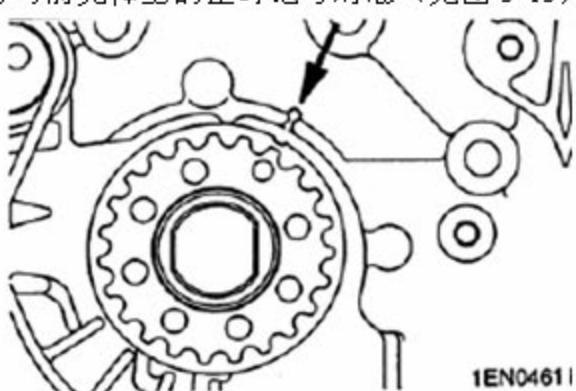

图 3-13
B).将曲轴正时记号与前壳体上的正时记号对准（见图 3-13）。